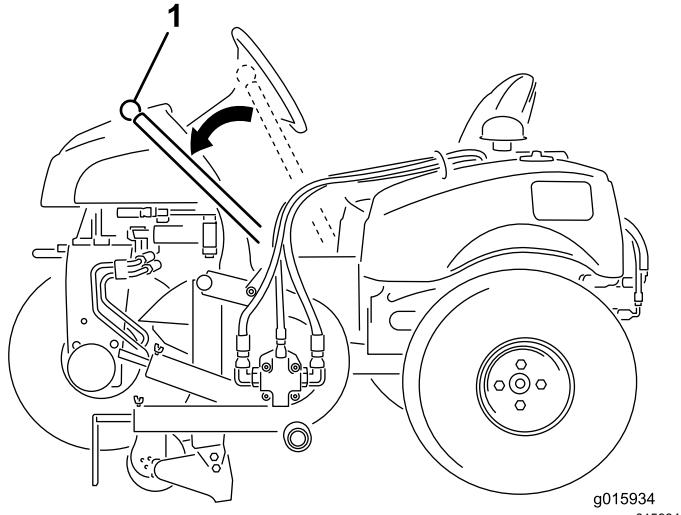

Figura 10
Utilizzate la maniglia per sollevare e abbassare il rifinitore di bordi (Figura 10).
2. Spingete la maniglia verso l'esterno e abbassate la lama del rifinitore di bordi a terra (Figura 10).
- Spingete la maniglia verso l'esterno e sollevate la lama del rifinitore di bordi in posizione di trasferimento (Figura 10).